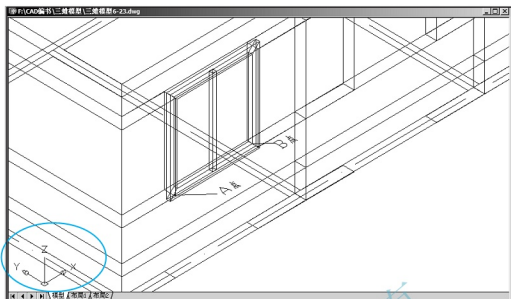

图 6.22 恢复世界坐标系
(1) 在命令行输入“UCS”后按 Enter 键，执行修改坐标系操作。
(2) 在输入选项【新建(N)/移动(M)/正交(G)/上一个(P)/恢复(R)/保存(S)/删除(D)/应用(A)?/世界(W)】<世界>: 提示下，输入“W”后按 Enter 键，表示将恢复到世界坐标系。这样 CAD 又回到原来的世界坐标系下，如图 6.22 所示。
(1) 在指定起点: 提示下，捕捉如图 6.22 所示的 A 点。
(2) 在指定下一个点或【圆弧(A)/半宽(H)/长度(L)/放弃(U)/宽度(W)】: 提示下，输入“W”后按 Enter 键。
- (3) 在指定起点宽度 <0.0000>: 提示下, 输入“0”后按 Enter 键。
- (4) 在指定端点宽度 <0.0000>: 提示下, 按 Enter 键执行尖括号内的默认值“0.0000”。说明“玻璃”只是一个面, 没有宽度。
- (5) 在指定下一点或 [圆弧 (A)/ 闭合 (C)/ 半宽 (H)/ 长度 (L)/ 放弃 (U)/ 宽度 (W)]: 提示下, 捕捉如图 6.22 所示的 B 点。